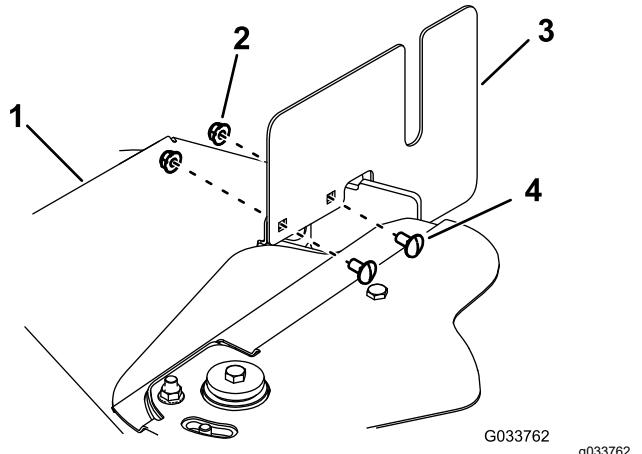

Figura 69
5. Retire los 4 pernos de cuello cuadrado y las 4 tuercas que sujetan las 2 cubiertas laterales a las cubiertas de la correa (Figura 69).
- Sujete las 2 cubiertas laterales a las cubiertas de la correa usando 4 pernos de cuello cuadrado y 4 tuercas (Figura 69).